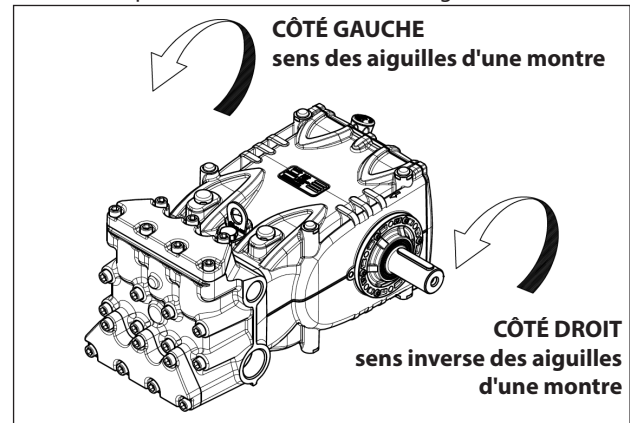

Fig. 5
Le sens de rotation est indiqué par une flèche présente sur le carter, à proximité de l'arbre de prise de mouvement. En se plaçant face à la culasse de la pompe, le sens de rotation devra correspondre aux indications de la Fig. 5.
N.B. La version représentée sur la Fig. 5 est celle de droite.